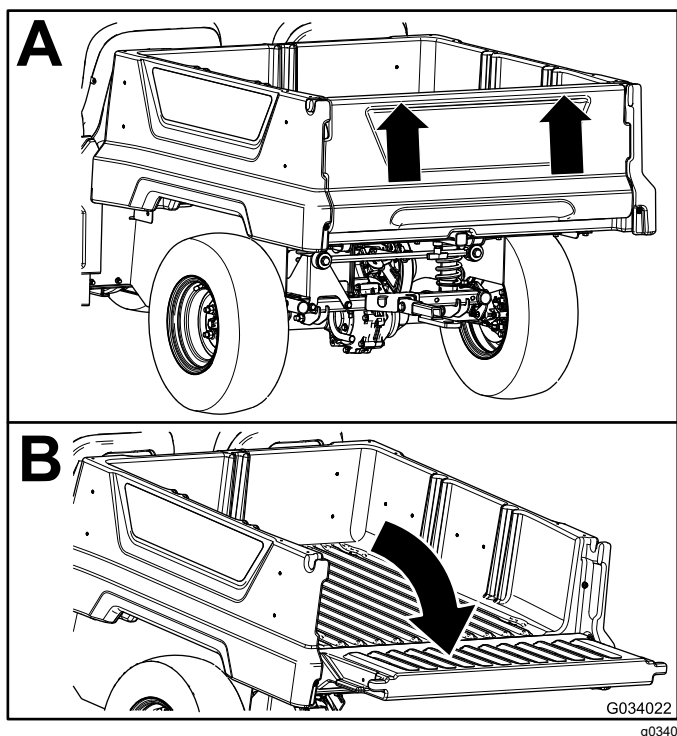

Figure 17
2. Utilisez les deux mains pour soulever le hayon en le prenant par le bord supérieur (Figure 17).
3. Abaissez le hayon jusqu'à ce qu'il soit au niveau du fond du plateau de chargement (Figure 17).